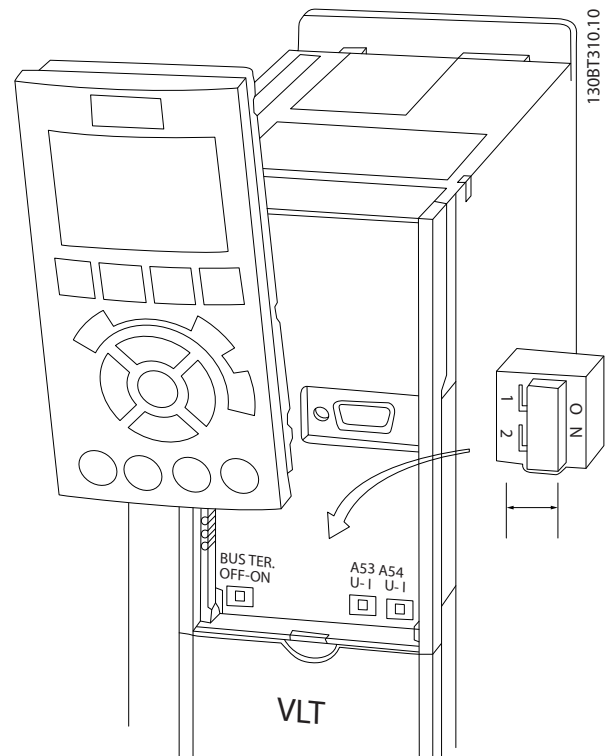

図 2.21 端子 53 と 54 スイッチおよびバス端子スイッチの位置
- LCP をはずすと、スイッチにアクセスできます (図 2.21 を参照)。